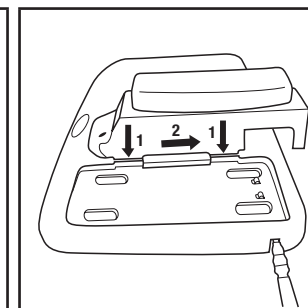

Fig. 2 – Configuração do Carregador de Estações Múltiplas (Kit de Carregador de Bateria de 4 unidades)
- Carregador de Bateria de 4 Estações da 3M™: Insira o TR-640 em uma das portas de carregamento e deslize para trás até travar no lugar apropriado (Fig. 2). (NOTA: A Fonte de Alimentação TR-941N de Estação Individual Versaflo™ da 3M™ não é usada com a série TR-941N com a TR-640, quando o carregador de 4 estações estiver sendo usado.)